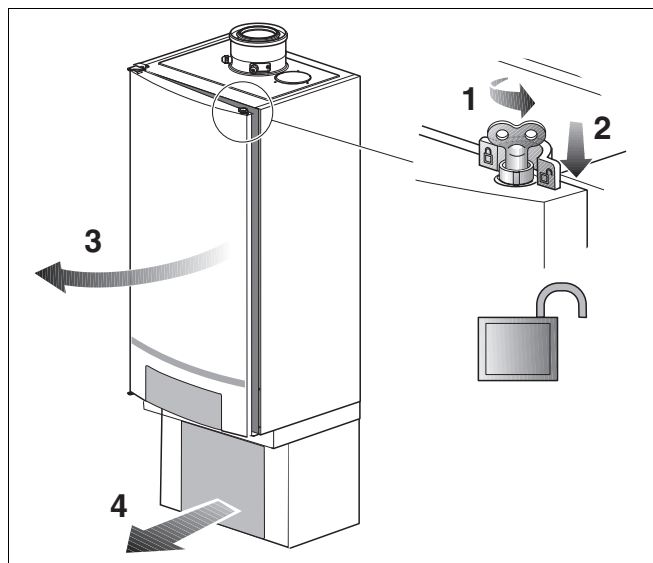

Bild 16 Öppna panndörren
- Vrid panndörrens lås ett kvarts varv med avluftningsnycklen (bild 16, pos. 1).
- Tryck låset nedåt (bild 16, pos. 2) och öppna panndörren (bild 16, pos. 3).
- Ta bort skyddet för anslutningsgruppen (bild 16, pos. 4).